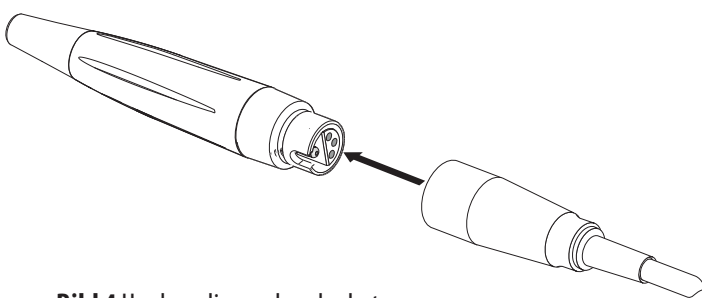

Bild 4 Hopkoppling av handenheten
5. Sätt i handenheten i förbindelsekabeln och se till att kontakterna är inriktade mot varandra (bild 4 nedan).